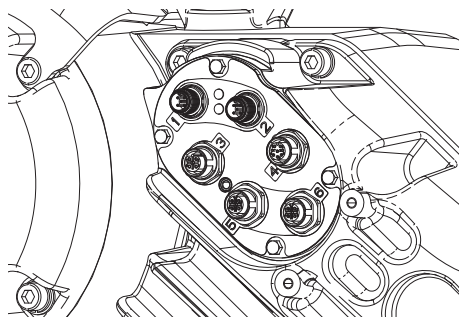

Рис. 27
2. Переведите размыкающий выключатель (M) в положение OFF (ВЫКЛ).
- a. Снимите крышку корпуса привода (HC).
- c. Ослабьте кабельный ввод (CG).
- d. Извлеките провода из корпуса привода, вытянув их через кабельный ввод (CG).
- e. Отключите кабели, подключенные к разъемам 1-6 на стороне привода, руководствуясь рисунком Рис. 27.